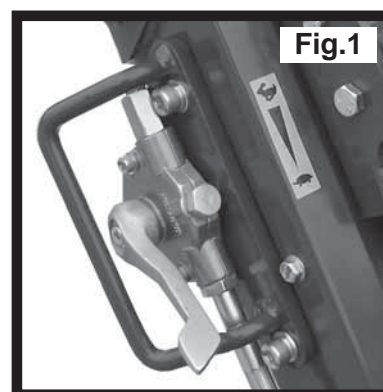
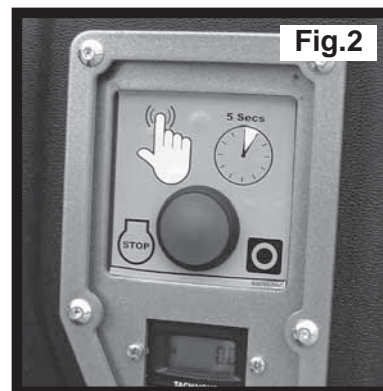

Fig.1
Fig.2
1. Aby wyłączyć silnik, należy ustawić dźwignię przepustnicy na bieg jałowy (patrz Rys. 1), a następnie wcisnąć i przytrzymać przez 5 sekund czerwony przycisk zatrzymania do momentu, aż silnik przestanie pracować (patrz Rys. 2).
1. Aby wyłączyć silnik, należy ustawić dźwignię przepustnicy na bieg jałowy (patrz Rys. 1), a następnie wcisnąć i przytrzymać czerwony przycisk zatrzymania do momentu, aż silnik przestanie pracować (patrz Rys. 2).